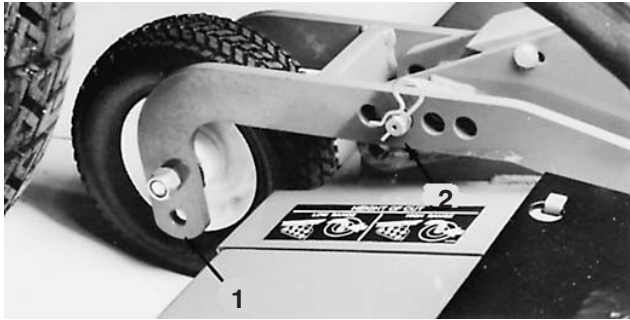

Figure 72
1. Réglez le plateau de coupe à la hauteur de coupe maximale. Placez les axes des roues pivotantes dans les trous inférieurs de la fourche pivotante (Fig. 72 et 73). Si vous contrôlez le plateau de coupe avant, repositionnez les deux axes de chape des roues arrière dans les trous de hauteur de coupe les plus élevés (Fig. 72). Sur les roues pivotantes avant, placez toutes les entretoises sous les bras de pivot (Fig. 72). Pour contrôler les plateaux de coupe extérieurs, placez toutes les entretoises des axes de pivot sous les bras de pivot et les axes des roues pivotantes dans les trous de fourche de pivot inférieurs.